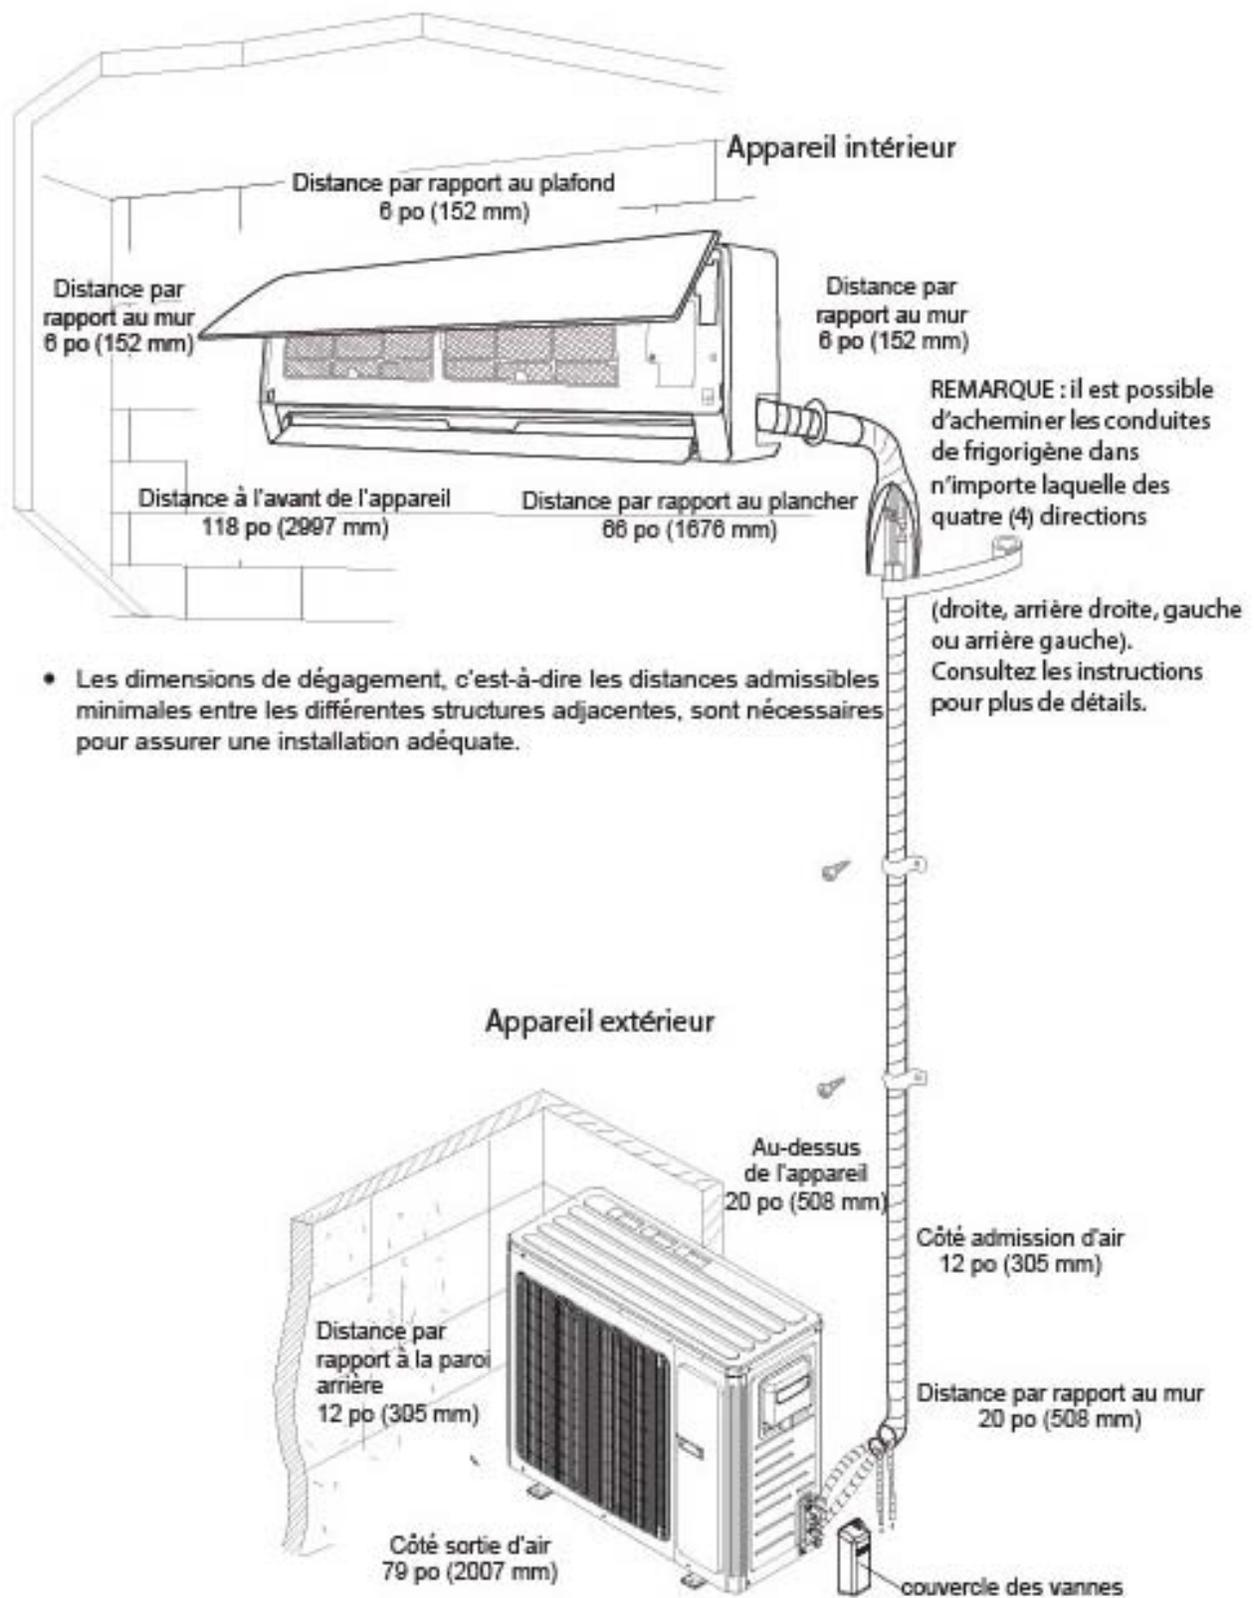

Fig. 5 – Dégagements des appareils intérieur et extérieur
Laissez un dégagement suffisant pour la circulation de l'air et l'entretien de l'appareil. Consultez la figure 5 pour obtenir les distances minimales requises entre les appareils et les murs ou les plafonds.
- Un emplacement qui offre des dégagements appropriés, tel qu'illustré à la figure 5. Veillez à laisser une distance suffisante pour faciliter l'accès lors des entretiens réguliers. Le site de l'installation doit être surélevé de 66 pouces (1 676 mm) ou plus au-dessus du sol.
- Un emplacement qui offre des dégagements appropriés, tel qu'illustré à la figure 5.